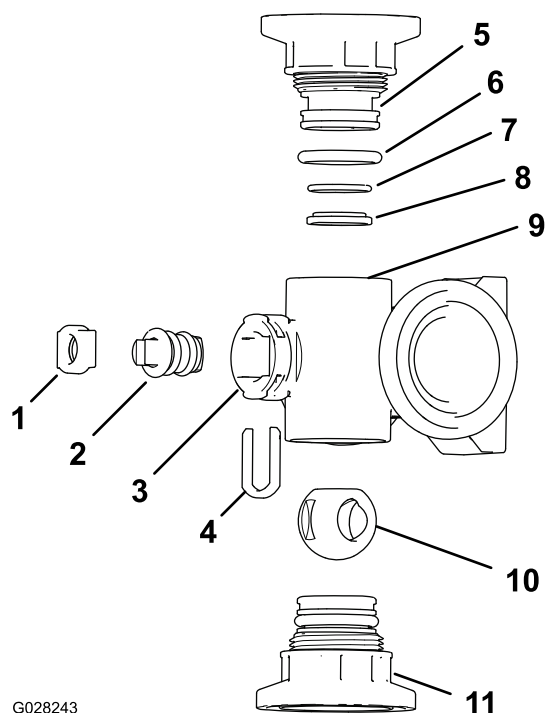

Figure 108
2. Déposez les 2 raccords d'embout à chaque extrémité du collecteur (Figure 108 et Figure 109).
4. Retirez l'étrier de fixation de tige situé dans les fentes de l'orifice de tige du collecteur (Figure 108 et Figure 109).
5. Déposez du collecteur le dispositif de retenue de la tige et le siège de la tige (Figure 108 et Figure 109).
6. En passant par le corps du collecteur, déposez la tige de valve (Figure 108 et Figure 109).
1. Vérifiez l'état et l'usure des joints toriques de raccord de sortie (collecteur de vanne de section seulement), des joints toriques d'embout, des joints toriques de portée arrière et du siège de bille (Figure 108 et Figure 109).
2. Appliquez de la graisse sur la tige et insérez cette dernière dans son siège (Figure 108 et Figure 109).
3. Placez la tige et le siège de valve dans le collecteur et fixez-les à l'aide du dispositif de retenue (Figure 108 et Figure 109).
4. Vérifiez que le joint torique de portée arrière et le siège de bille sont bien alignés et engagés dans le raccord d'embout (Figure 108 et Figure 109).
5. Montez le raccord d'embout sur le corps du collecteur jusqu'à ce que la bride du raccord touche le corps (Figure 108 et Figure 109), puis tournez encore le raccord d'embout de $\frac{1}{8}$ à $\frac{1}{4}$ de tour.